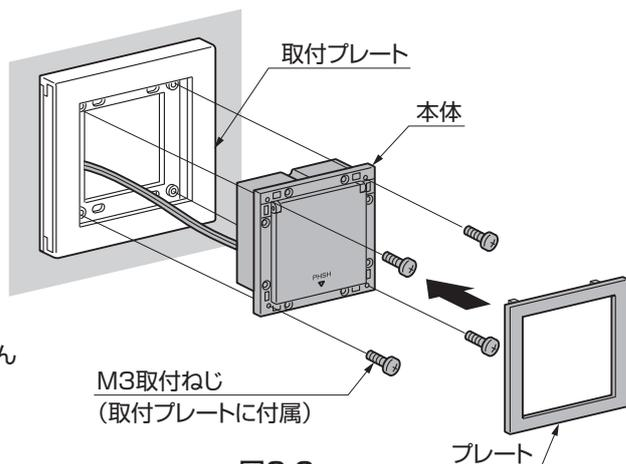

図3-9
⑥シークレットキー(テンキー)を「M3取付ねじ」で、取付プレートに固定してください。(図3-9参照)
⑦プレートをシークレットキー(テンキー)に取付けてください。(図3-9参照)